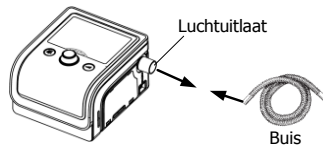
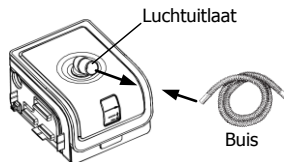

Fig. 11-4
Fig. 11-5
(1) Sluit één uiteinde van de buis aan op luchtuitlaat van het hoofdapparaat, zoals aangegeven in Fig. 11-4. Als het hoofdapparaat wordt gebruikt met een luchtbevochtiger, sluit één uiteinde van de buis dan aan op de luchtuitlaat van de luchtbevochtiger zoals in Fig. 11-5.